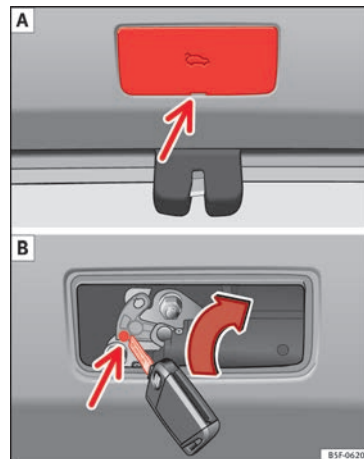

Fig. 197 Porta-bagagens, atrás, lado direito: acesso ao destrancamento de emergência.
- Retire a tampa pela ranhura com ajuda de uma chave de parafusos » **Fig. 197 A.**
» **Fig. 197 B.**